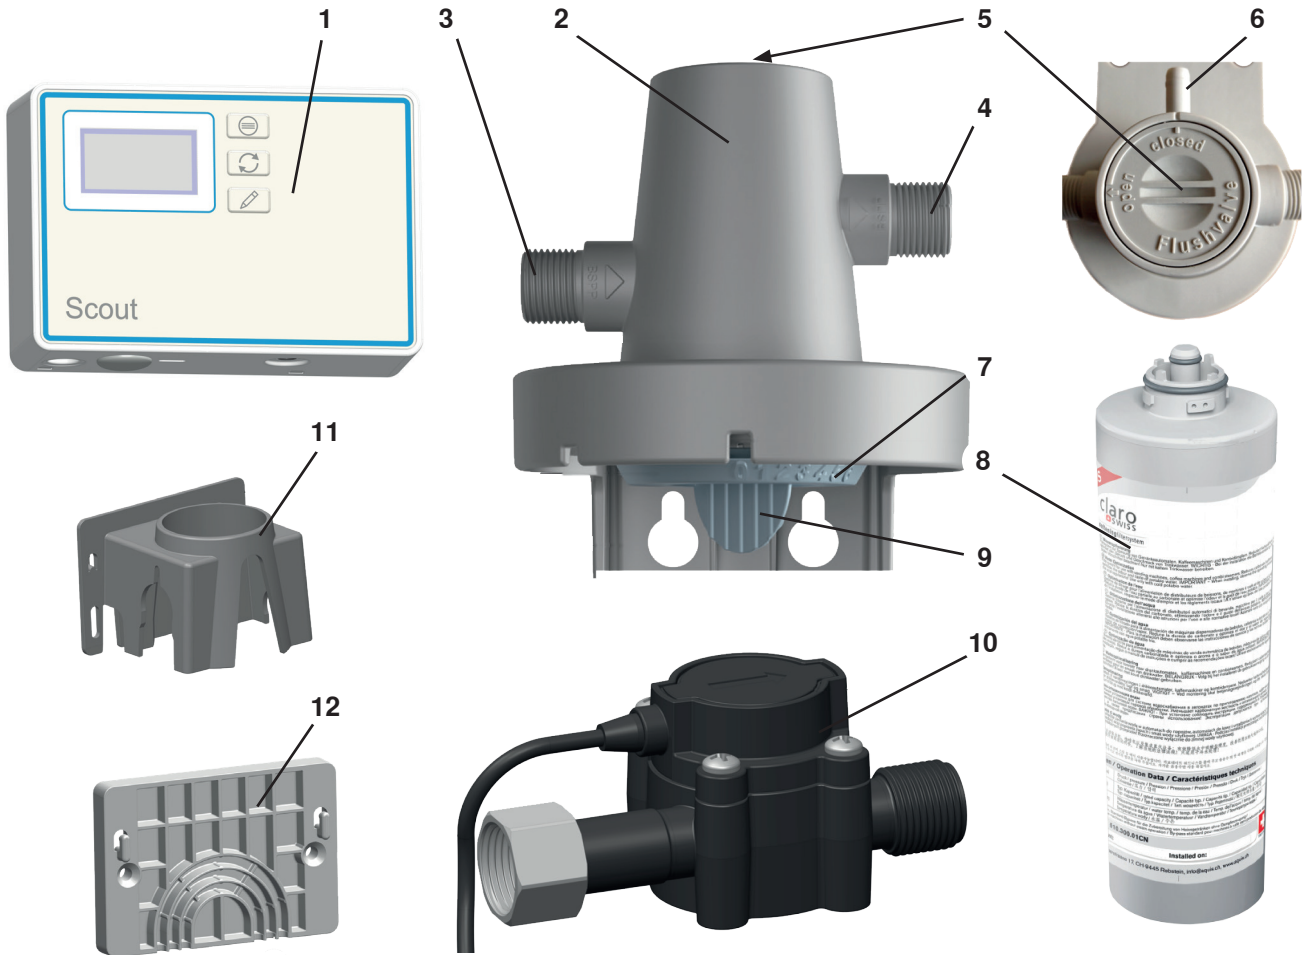

图 1
- 1 POWER steamer蒸汽清洁机水软化系统的流量计（图 1 里的 1、10、11、12）
⇒ 将一个适配器 (3/4" - 3/8") 拧到传感器（图 1 的 10）的连接上，